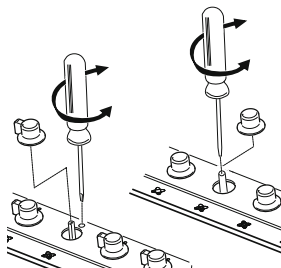

Fig. 8: afstelling van het minimum
2. Haal de handgreep van de gaskraan eruit en draai aan de regelschroef [Fig. 8] vanbinnen of naast de as van de kraan (naargelang het model), tot men een normale minimumvlam bekommt. Wanneer een 2-wegsgaskraan aanwezig is [Fig. 12-13], zijn er 2 stelschroeven voor het minimum.